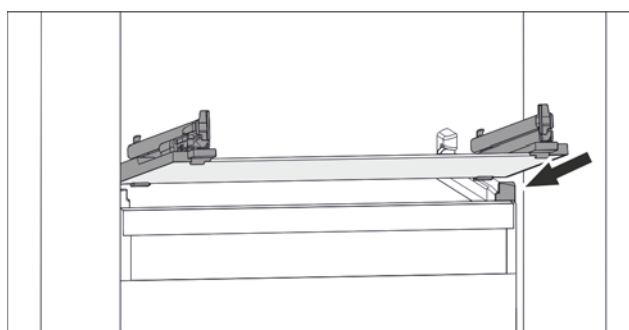

Fig. 42 Примерное отображение стеклнной пластины
- Наклоняя вниз, установите стеклнную пластину за опоры. (см. Fig. 42)